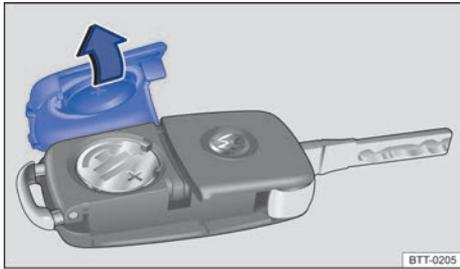

Fig. 23 Llave del vehículo con mando a distancia: abre la cubierta del alojamiento de la pila.
La pila se encuentra en el lado posterior de la llave con mando a distancia, debajo de una cubierta ⇒ **fig. 23**.
- Retire la cubierta en el lado posterior de la llave ⇒ **fig. 23** en el sentido de la flecha ⇒ .
- Coloque la cubierta según lo indicado ⇒ **fig. 23** y presione en el sentido contrario al de la flecha sobre la carcasa de la llave del vehículo hasta encajarla.